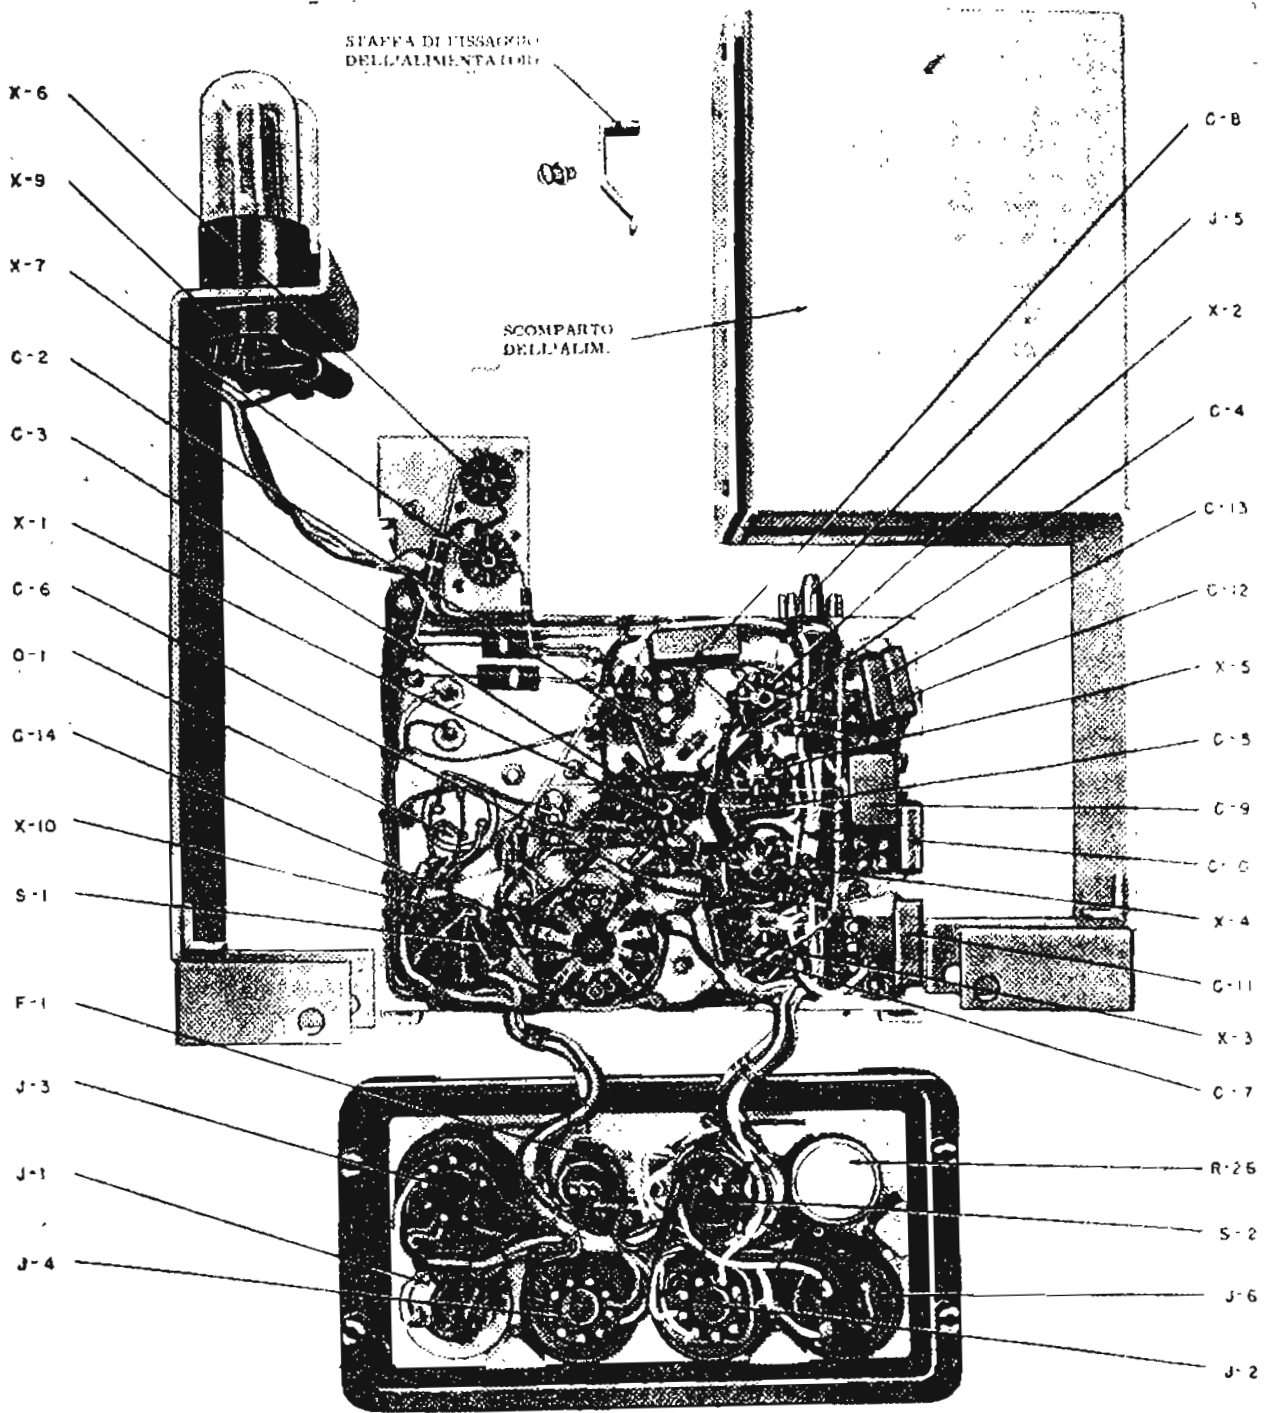

FIG. 11 - Vista dell'amplificatore AM-65/GRC, scomposto.
- (1) Allentare la staffa sul retro dello scomparto dell'alimentatore (fig. 11).
- (2) Estrarre l'alimentatore dallo scomparto, agendo sull'apposita impugnatura.
25. Scomposizione per ispezione e pulizia (fig. 11)